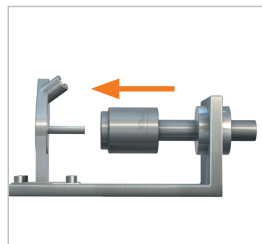
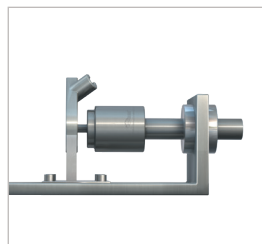

Figure 1
Figure 2
- ▶ Insérez le connecteur dans l'axe en butée sur la pièce d'essai (Figure 1 et Figure 2). Le joint frontal est ainsi préservé des dommages causés par d'éventuels bords saillants de la pièce d'essai et le bon raccordement est garanti.